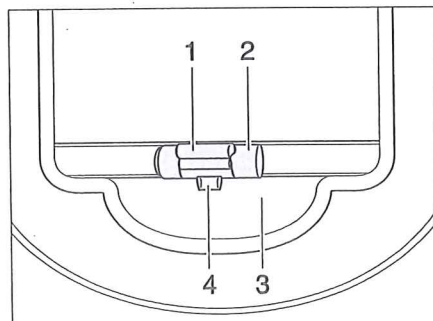

Bild 24 Mörkläggningsrullgardin
- Stänga:** ■ Drag ned mörkläggningsrullgardinen med handtaget (Bild 24,2) och låt den haka fast.
- Öppna:** ■ Drag ned mörkläggningsrullgardinen något med handtaget (Bild 24,2) och tryck låslisten (Bild 24,1) utåt. Låsanordningen (Bild 24,4) släpper fästet (Bild 24,3).